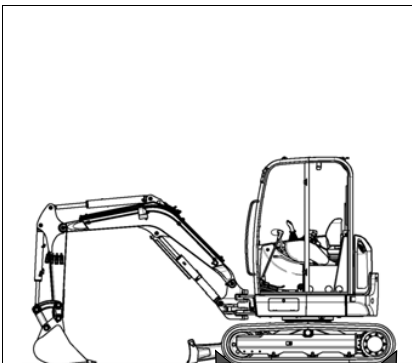

Abb. 127
10. Fahrzeug mit Unterlegkeilen sichern (siehe Abb. 127).